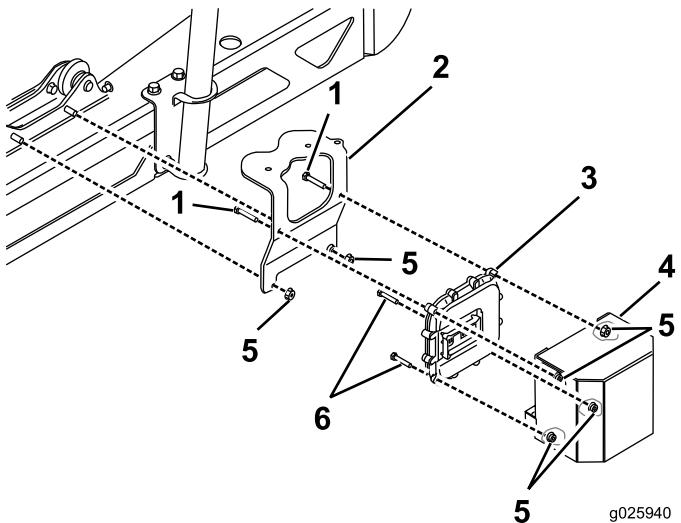

Figure 16
2. Pour le modèle 1750, montez le module de commande électronique, le support et le couvercle sur la machine (Figure 16).